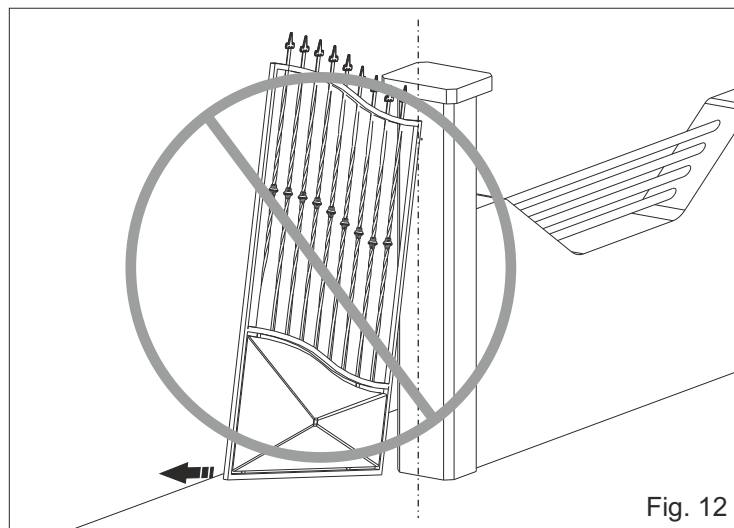
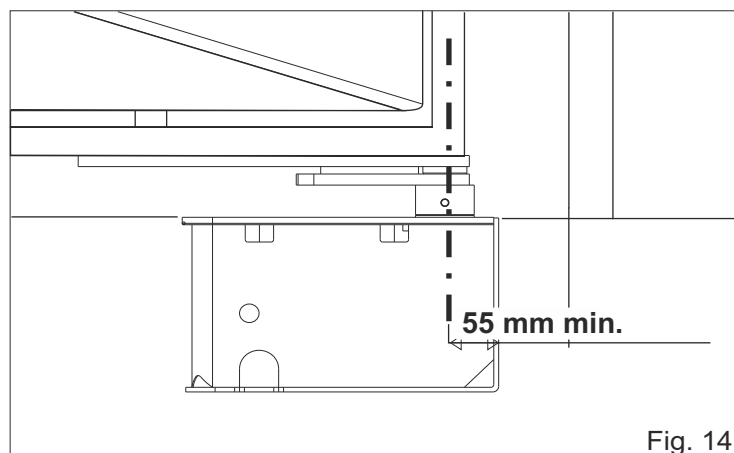

Fig. 12
Fig. 14
**3.3.** Hacer mucha atención a no poner la hoja fuera de los ejes (Fig. 12 y 13), el eje tiene que coincidir con el eje de rotación del gozne teniendo en cuenta que la distancia mínima de la columna es de 55 mm (Fig. 14).